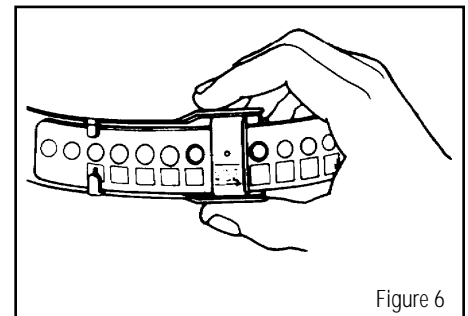

Figure 6
5. Placez le bandeau sur votre tête. Tirez vers le bas, permettant ainsi au bandeau de s'étendre jusqu'à ce que vous vous sentiez confortable. Le bandeau s'ajuste automatiquement à votre taille et se bloque lorsque vous relâchez votre emprise (figure 6).